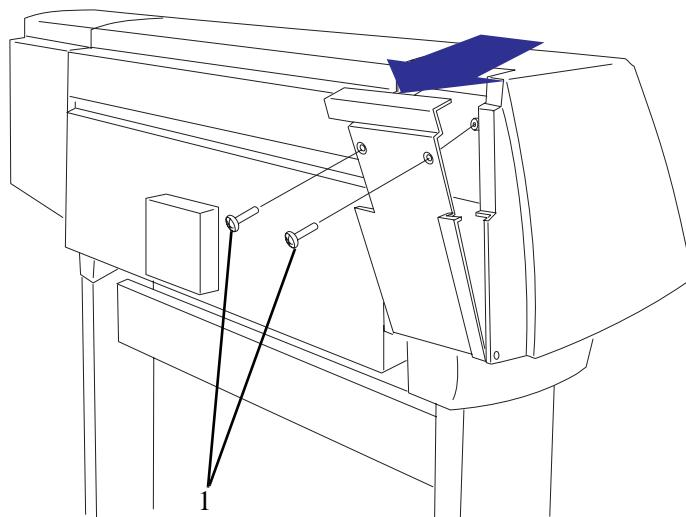

図 64: 左側カバーの背面
- 2 2本のT15のネジ(部品1)を外して、左側カバー背面の扉を開けます(図64参照)。